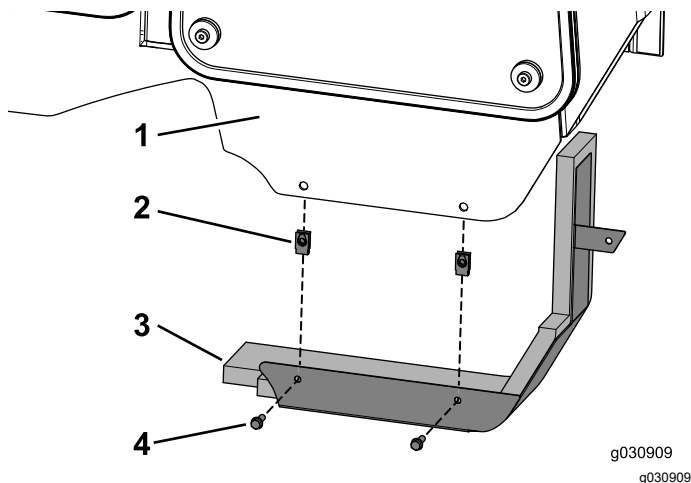

Figura 30
1. Montate i 2 dadi a graffetta sul telaio della cabina (Figura 30).
2. Fissate il gruppo pannello sulla cabina utilizzando i 2 bulloni ($\frac{1}{4}$ " x $\frac{3}{4}$ ") come illustrato nella Figura 30.